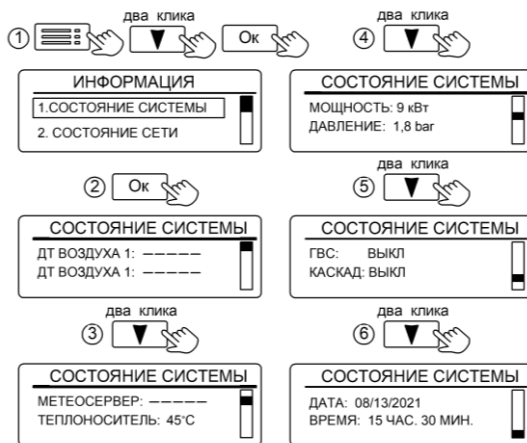

Рисунок 29. Вид вкладки «СОСТОЯНИЕ СИСТЕМЫ»
11.3.2 Окно «2.СОСТОЯНИЕ СЕТИ» отображает сетевые данные (рис. 29).